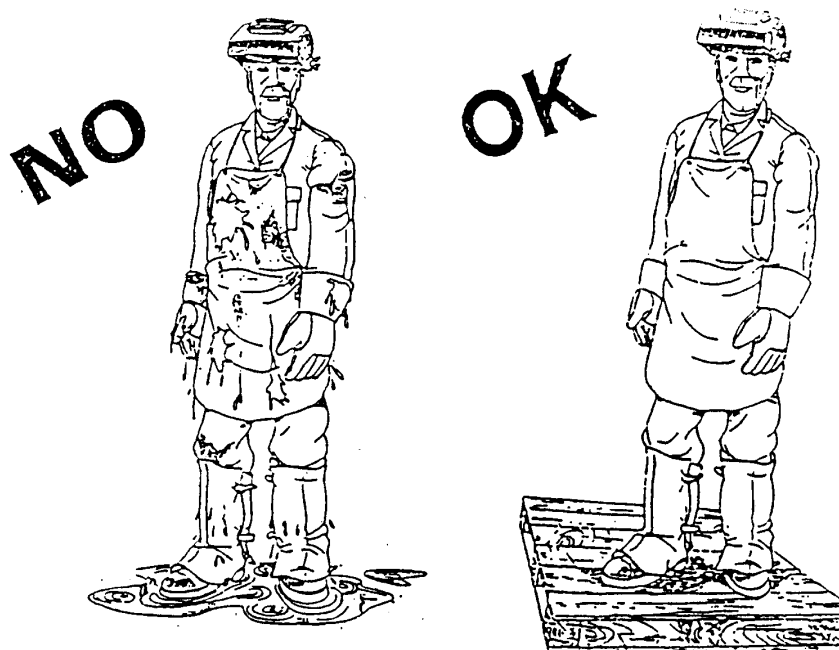

FIG.7
- cuando trabajen en un lugar estrecho, el aparato tiene que estar colocado fuera del área de soldadura y el cable de tierra tiene que estar sujeto a la pieza que se está elaborando. No trabajen en una zona húmeda o mojada en estas condiciones (Fig. 7);